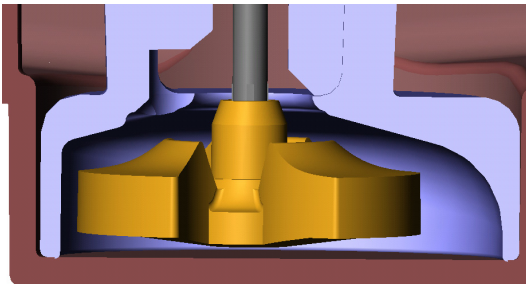

Abb. 4 Pumpengehäuse
- Der Pumpenrotor rotiert in einer mit Wasser gefüllten Pumpenkammer. Diese besteht aus dem Boden des Schwimmerbehälters und der Unterseite des Pumpengehäuses (Abb.4).